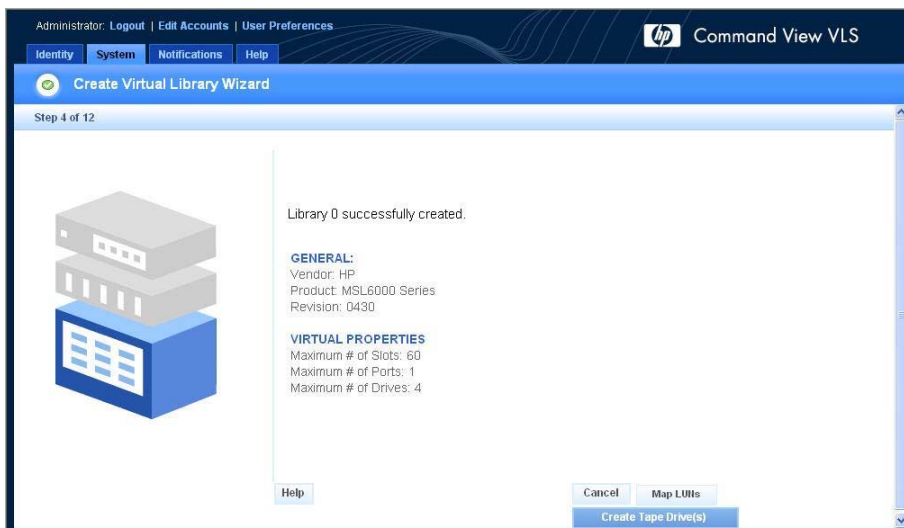

Figure 31 Fenêtre Create Virtual Library Wizard (Assistant de création de librairie virtuelle) (4 de 12)
Une fenêtre récapitulative s'ouvre et affiche les détails de l'émulation de librairie créée (Figure 31).
1. Si vous êtes déjà dans la fenêtre Create Library Wizard (Assistant de création de librairie) (Figure 31), cliquez sur Create Tape Drive (Créer unité de sauvegarde).